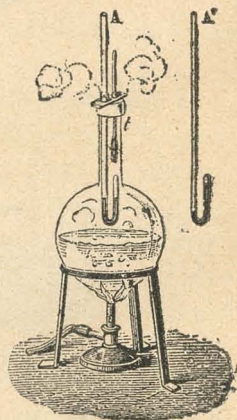

Fig. 97.—Presión del vapor de agua hirviendo
**hirviente.**—*Cuando un líquido hierve al aire libre, la fuerza elástica de su vapor es igual á la presión atmosférica.* Se lo ve por medio del tubito *A'* (fig. 97), semejante al del manómetro trun-